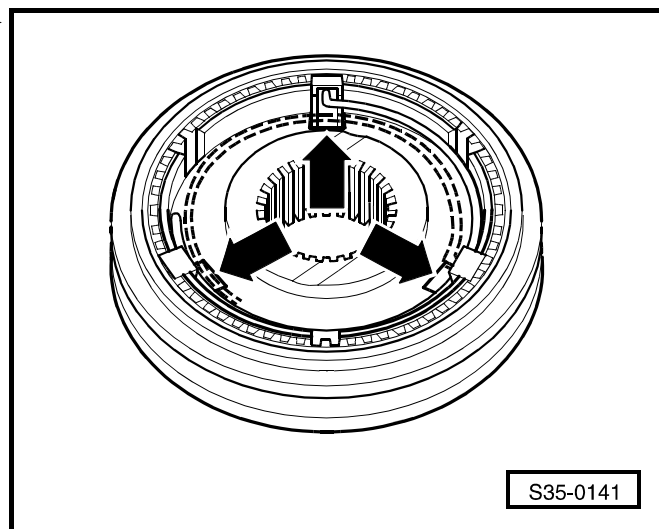

Рис. 18: Установка упорного кольца
- установка ⇒ Рис. 18 в **35-1** страница 10